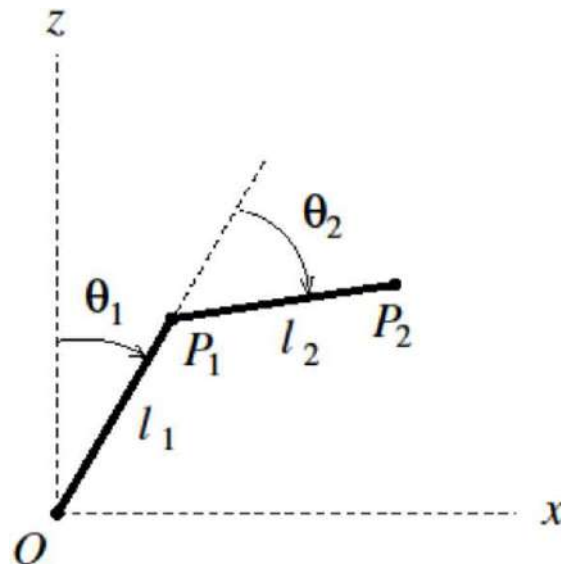

Fig. 1 Geometry of a two-link robot arm
1. ロボットアーム機構 開リンク連鎖機構の(open kinematic chain)のロボットアームは直列に連結された回転運動を行う関節(joint)である回転対偶(rotational joint)と伸縮運動を行う直動対偶(prismatic joint)を持つ. この機構の一端は基台(base)に固定され, 他端は作業器(end effector)として作業を行う. 平面内を運動する 2 リンクロボットアームの一例を **Fig. 1** に示す. このロボットアームは, 長さ l_1 のリンク 1 と長さ l_2 のリンク 2 を持ち, 原点 O とする zx 平面内を運動する. z 軸は鉛直上向き, x 軸は向かって右方向が正である. リンク 1 の一端を基台とし点 O の位置に固定する. リンク 1 は点 O を通り zx 平面に垂直な軸回りに回転をする. リンク 1 の回転角を θ_1 とし, z 軸から時計回りを正として計測されている. リンク 1 の他端を点 P_1 とし, リンク 2 の一端を取り付ける. リンク 2 の他端を点 P_2 とする. リンク 2 は点 P_1 を通り zx 平面に垂直な軸回りに回転することできる. 時計回りを正とする回転角 θ_2 は点 O と P_1 を通る線からリンク 2 までの角度として計測される.